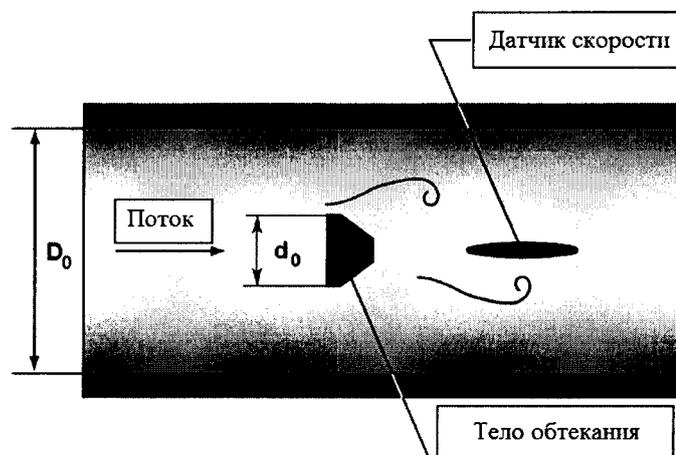

Рисунок 2
6.5.2.2.1 Определяют следующие геометрические размеры первичного преобразователя (см. рис. 2):